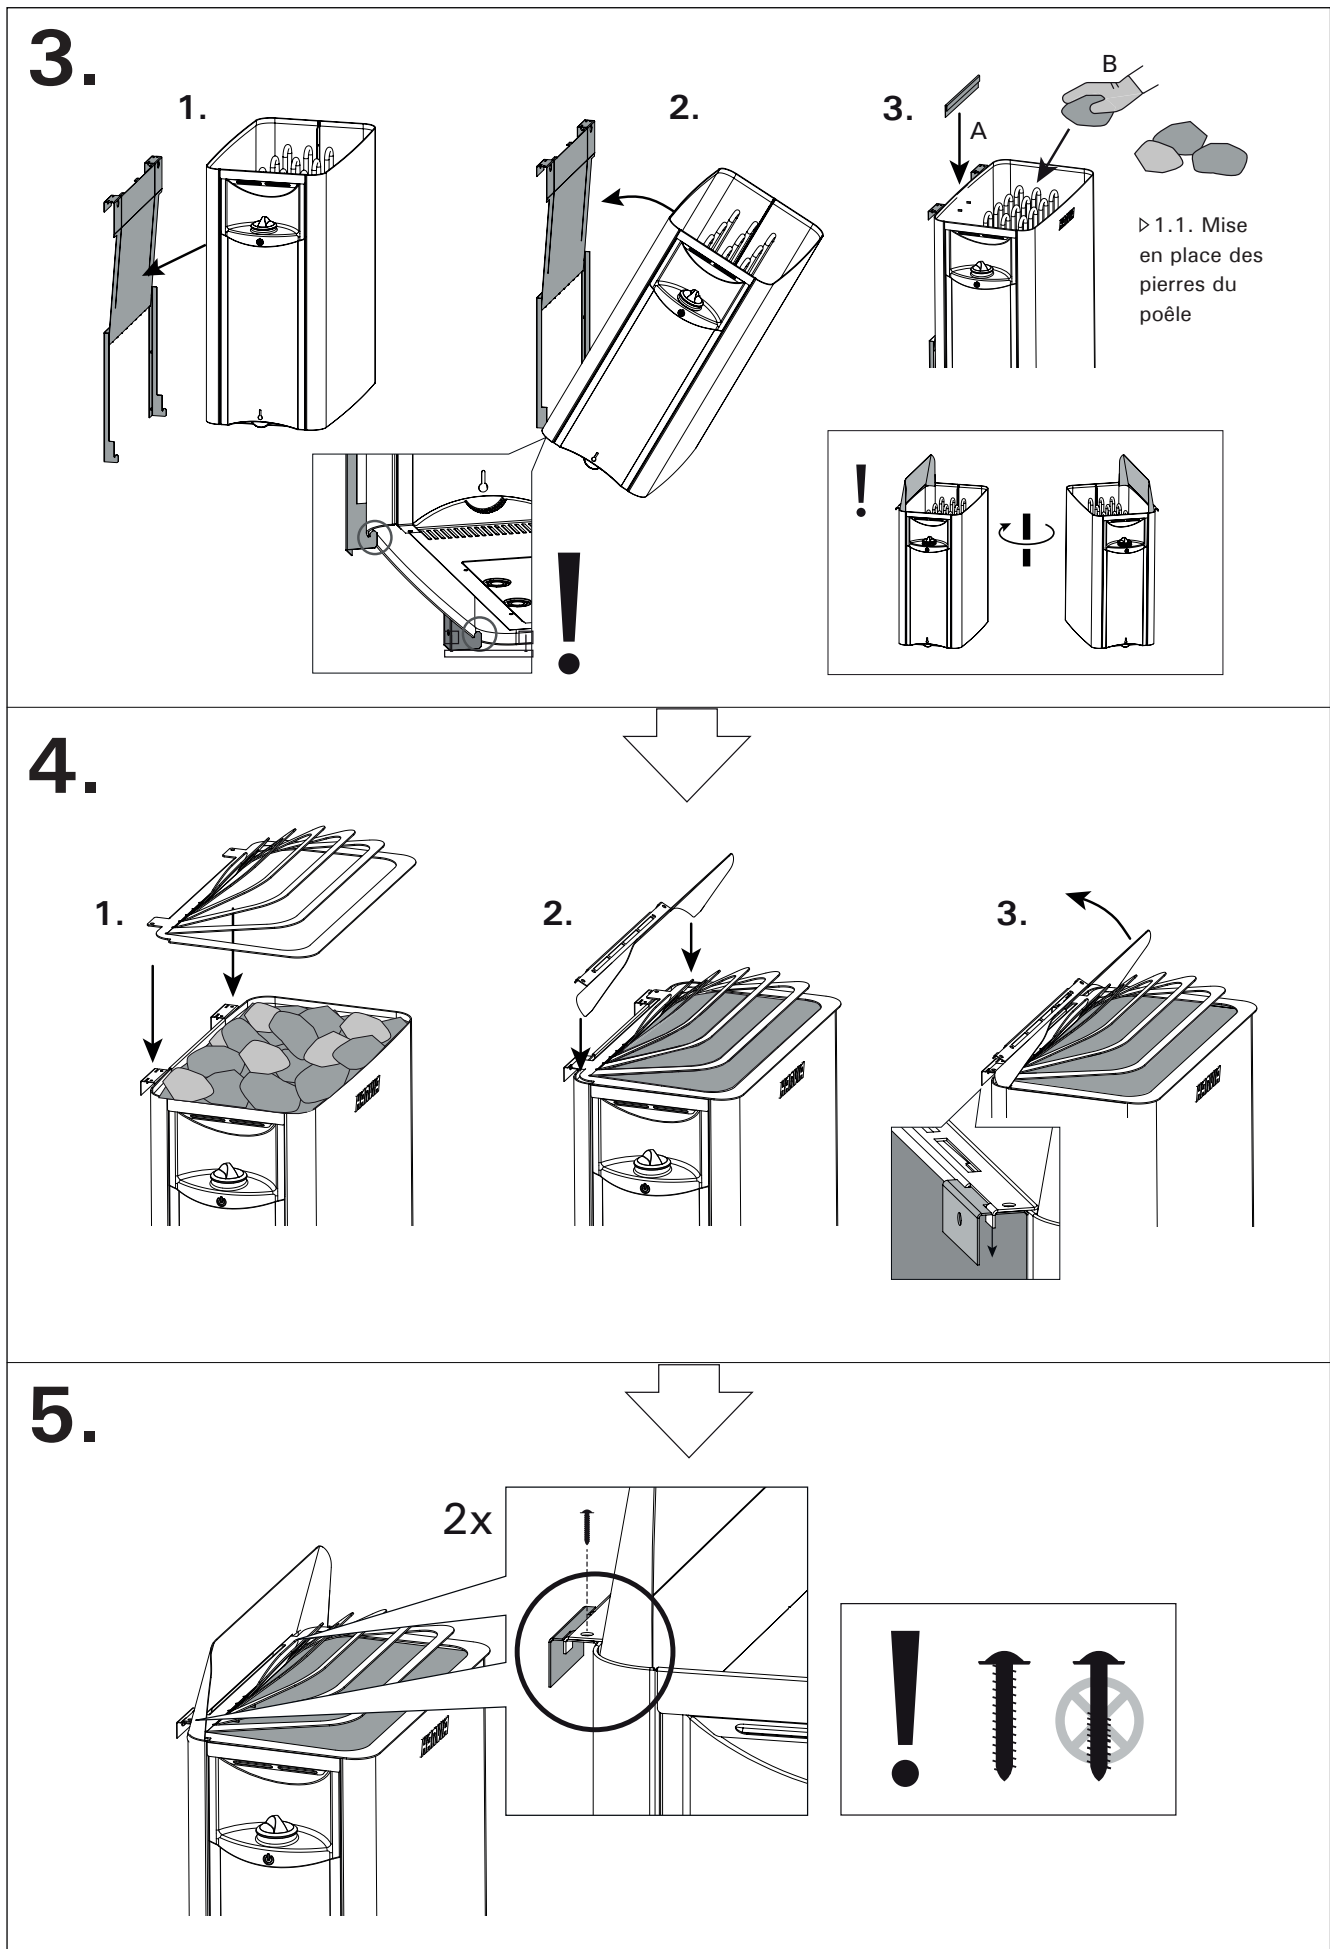

Figure 7. Installation du support mural. (2.) and the heater (3.-5.).
- Voir le schéma de câblage correspondant au modèle de poêle (voir fig. 7). Le poêle doit être installé de manière permanente en utilisant une conduite hermétique entre le poêle et le mur de la cabine (les marettes de raccord ou prises de courant mâle ne sont pas autorisés dans la cabine). Le câblage doit être effectué par un électricien agréé qui doit suivre le schéma de câblage fourni et respecter les codes locaux. Utilisez du fil de cuivre du bon calibre pouvant résister à une température de 194 °F (90 °C) à l'intérieur des murs du sauna. Utilisez les bornes de terre prévues sur
1. Raccorder le câble d'alimentation (fig. 7:1) au poêle.
3. Soulevez le radiateur dans le support et assurez-vous qu'il est centré (figure 7:3). Installez le support de montage (A) et posez les pierres du sauna (B) conformément aux instructions.
4. Installez la protection de sécurité (fig 7:4:1) et le guide vapeur (7:4:2-3) au poêle et au support mural.
5. Fixer le poêle sur le support mural en serrant deux vis derrière le guide de vapeur (figure 7:5).